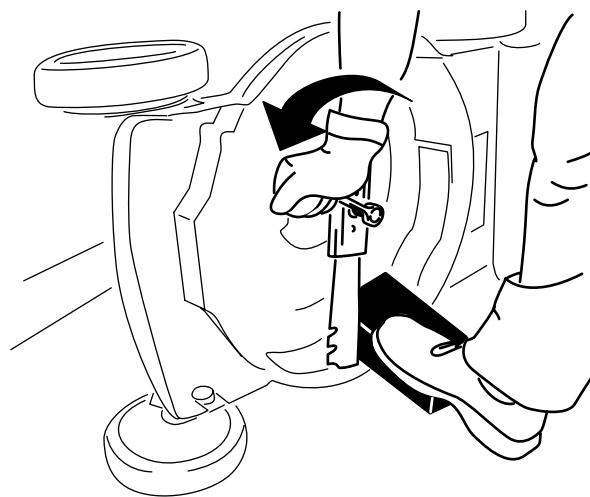

図 26
3. 角材などを使ってブレードをしっかり保持する 図 26。
4. ブレードを取り外す。外したボルト類はすべて保管する 図 26。